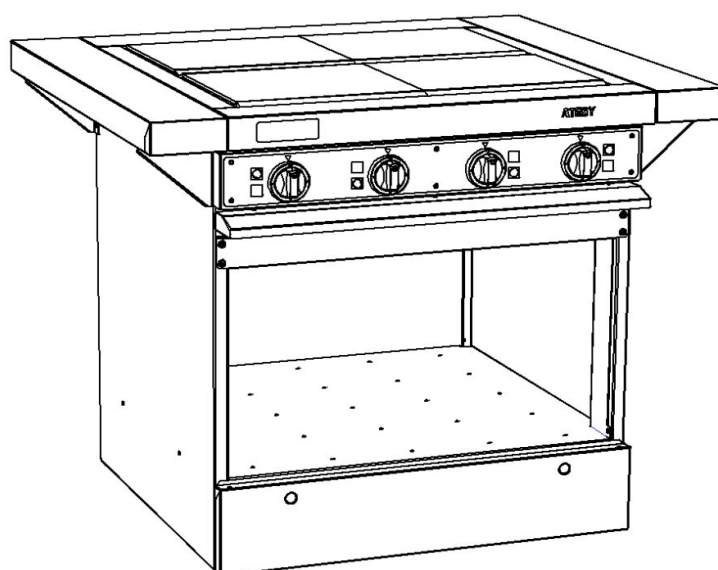

Рис. 2
2.2. Общий вид электроплиты 4-х конфорочной (без жарочного шкафа) (рис. 2). Внизу корпуса расположена вспомогательная полка.